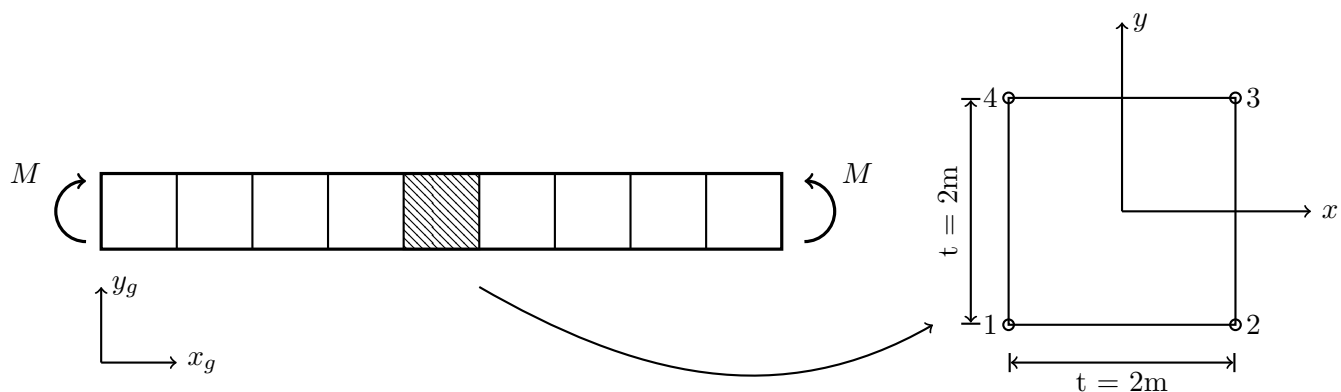

FIGURE 2 – Gauche : structure élancée pleine (déformation plane, d'épaisseur $t = 2m$) soumise à un chargement de flexion. Droite : élément quadrangle à 4 nœuds
1. Rappeler les fonctions d'interpolation du quadrangle à 4 nœuds représenté Figure 2, à droite. (1 point)